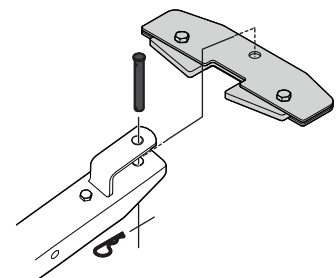

Figure 30
6. Remettez la tige et la goupille pour terminer. Voir la Figure 30.